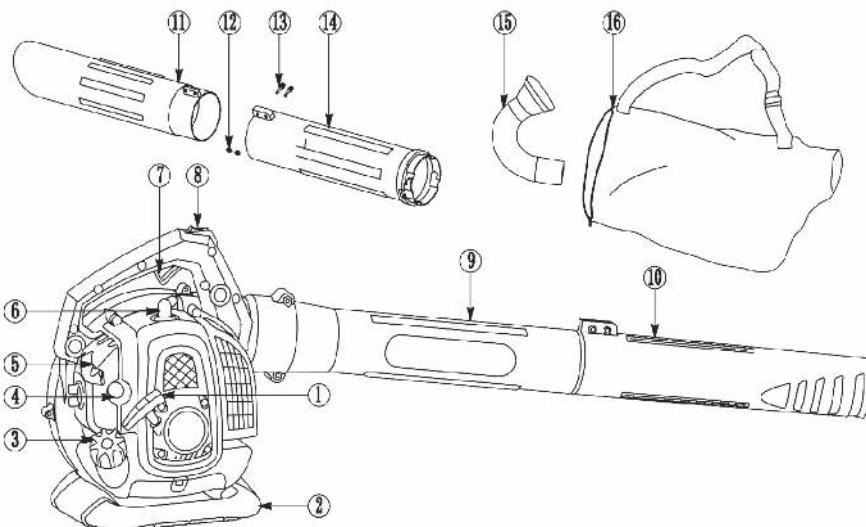

Рис. 1
УСТРОЙСТВО БЕНЗИНОВОГО ВОЗДУХОДУВА-ПЫЛЕСОСА (Рис. 1)
ШАГ 3. Нажмите 5-7 раз на кнопку праймера (4) (Рис. 1) для заполнения карбюратора топливной смесью. Положите воздуходув на устойчивую поверхность на безопасном расстоянии от окружающих предметов и людей.
ШАГ 4. Придерживая воздуходув рукой, потяните за ручку стартера до его «заципления». Продолжайте тянуть за ручку стартера (1) (Рис. 1) на длину 30-50 см несколько раз, до характерных «вспышек» двигателя.